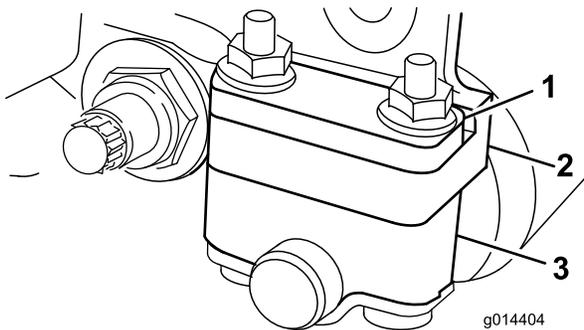
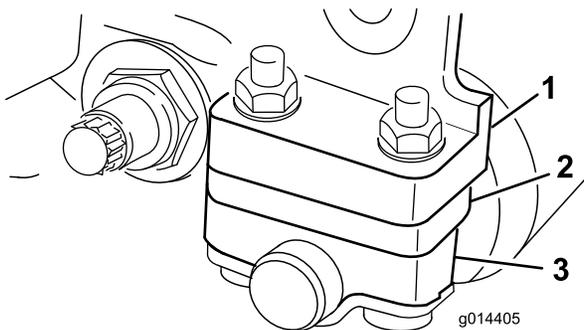

Bild 3
Bild 4
1. Stellen Sie die hinteren Rollenhalterungen (Bild 3 und Bild 4) auf die obere oder untere Position ein, abhängig von dem gewünschten Schnitthöhenbereich.
- Positionieren Sie das Distanzstück über den Montageflansch der Seitenplatte (Werkseinstellung), wenn der Schnitthöhenbereich zwischen 1,6 mm und 6,4 mm liegen soll (Bild 3).
- Positionieren Sie das Distanzstück unter den Montageflansch der Seitenplatte, wenn der Schnitthöhenbereich zwischen 3,2 mm und 25 mm liegen soll (Bild 4).